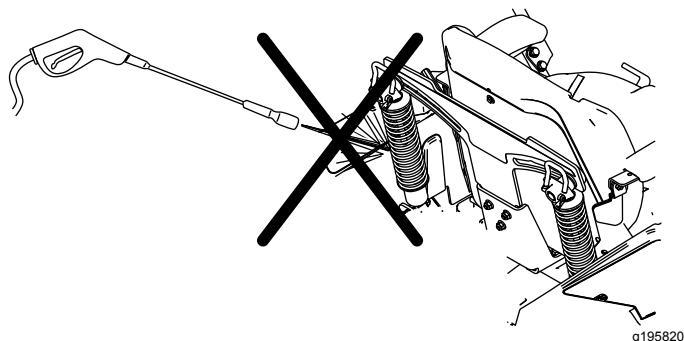

Figure 123
**Remarque:** Ne nettoyez pas les amortisseurs au jet d'eau (Figure 123).